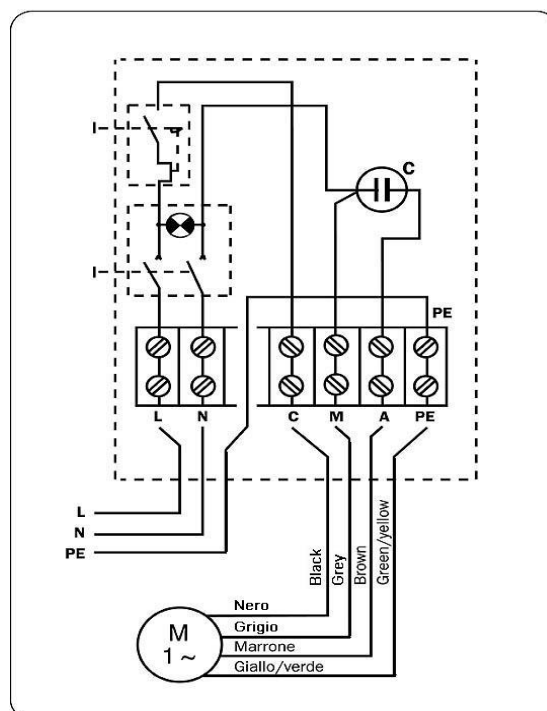

Fig. 1
- Eseguire i collegamenti dei cavi in morsettiera in accordo allo schema elettrico (fig. 1)
- Assicurarsi che l'interruttore del cavo sia in posizione OFF (0), e che nessuno ne possa ripristinare accidentalmente il funzionamento prima di procedere al collegamento dei cavi di alimentazione esterna ai morsetti L-N-PE ed ai morsetti C-M-A-PE per il collegamento del motore elettrico